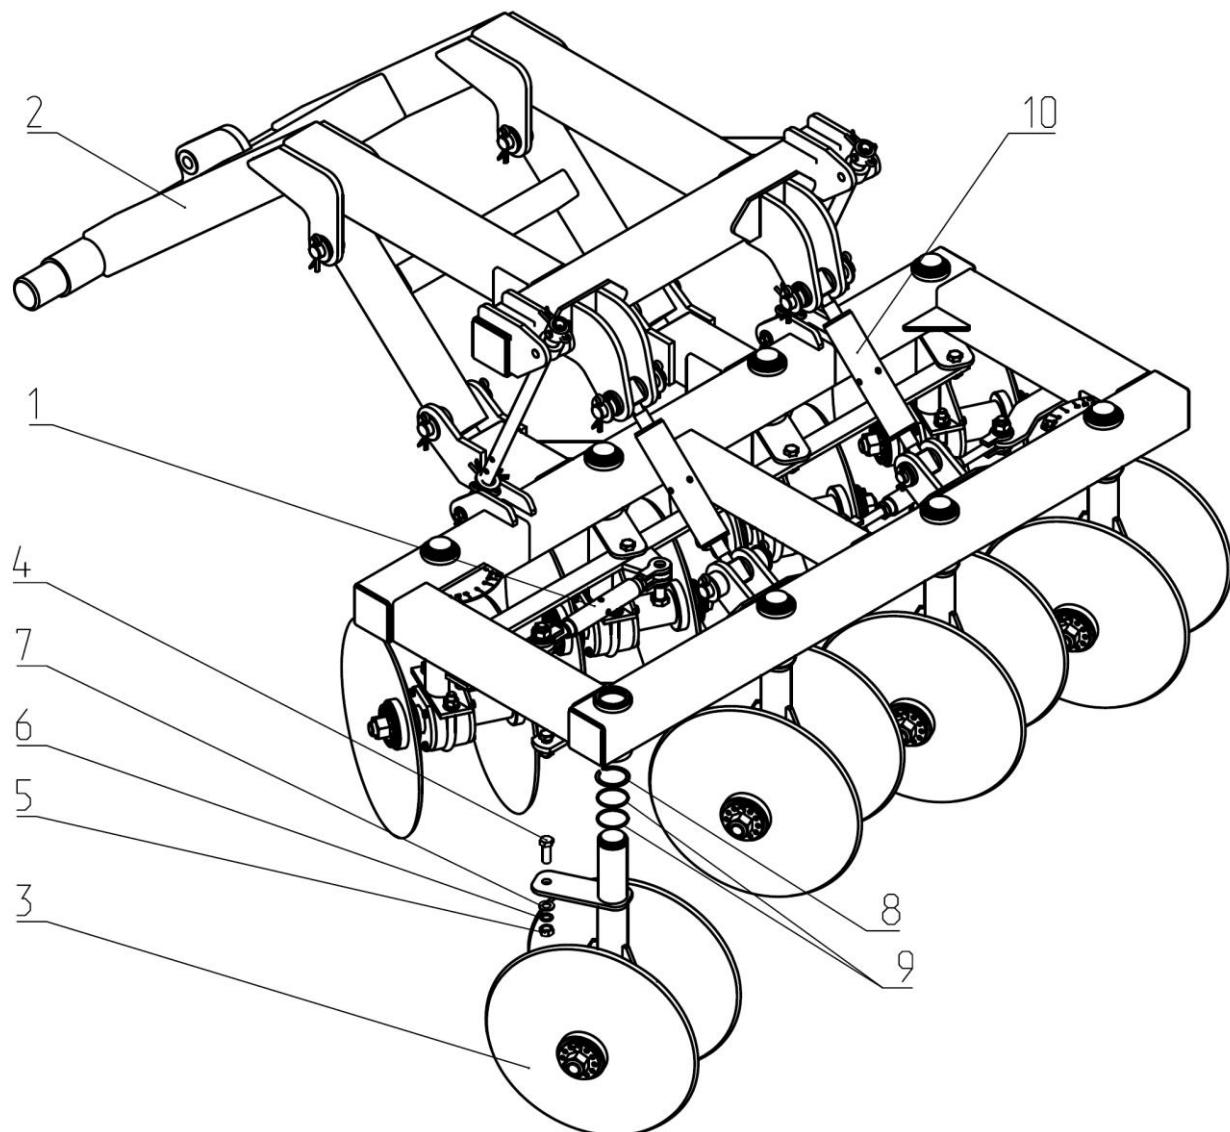
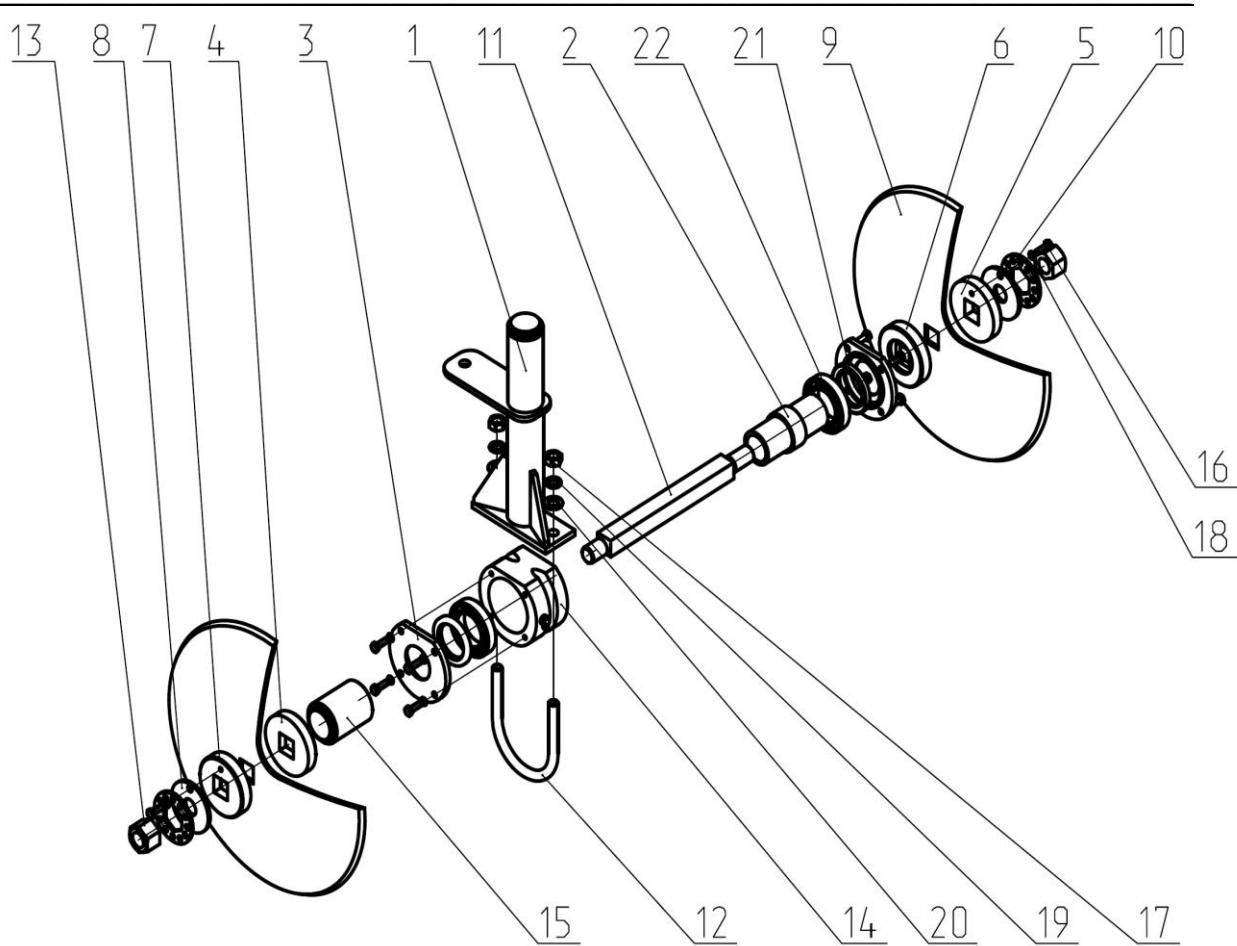

Рис.4. ЛДГ 00.010 Секция центральная в сборе.
Рис.5. ЛДГ 02.060 Рабочий орган.
2.12. Секция центральная в сборе (Рис.4) состоит из рамы несущей 2, с помощью которой она
гласно Рис. 4.. Втулка натяжителя 10 служит для установки равномерного заглубления пе-
2.15.Рабочий орган (Рис.5) состоит из стойки 1, закрепленной на раме секции центральной кольцом8 (Рис.4). Диски 9 собираются на оси 11, вставленной в корпус 14, через втулку 2.
1-ЛДГ 02.802 Корпус в сборе(аналог корпуса Рис. 5); 2-ЛДГ 02.101 Шпулька; 3-ЛДГ 02.404 Упор выпуклый; 4-ЛДГ 02.404-01 Упор выпуклый; 5-ЛДГ 02.405 Упор вогнутый; 6-ЛДГ 02.405-01 Упор вогнутый; 7-ЛДГ 02.406 Шайба; 8-ЛДГ 02.411 Диск; 9-ЛДГ 02.431 Шайба; 10-ЛДГ 02.601 Ось; 11-ЛДГ 02.609 Гайка; 12-Болт М8х25 ГОСТ 7798; 12-Шайба 8.65Г ГОСТ 6402.
1-ЛДГ 02.802-01 Корпус в сборе(аналог корпуса Рис. 5); 2-ЛДГ 02.101 Шпулька; 3-ЛДГ 02.404 Упор выпуклый; 4-ЛДГ 02.404-01 Упор выпуклый; 5-ЛДГ 02.405 Упор вогнутый; 6-ЛДГ 02.405-01 Упор вогнутый; 7-ЛДГ 02.406 Шайба; 8-ЛДГ 02.411 Диск; 9-ЛДГ 02.431 Шайба; 10-ЛДГ 02.601 Ось; 11-ЛДГ 02.609 Гайка; 12-Болт М8x25 ГОСТ 7798; 12-Шайба 8.65Г ГОСТ 6402.